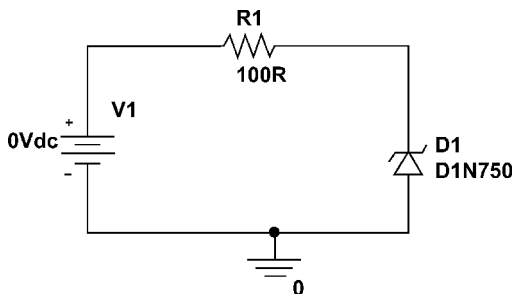

图 16.15 验证齐纳二极管的击穿电压
1. 创建名称为 zener\_diode 的仿真项目，然后绘制如图 16.15 所示的电路图。齐纳二极管的稳压值为 4.7V，该稳压管可以从 eval 或者 diode 元件库中进行选取。